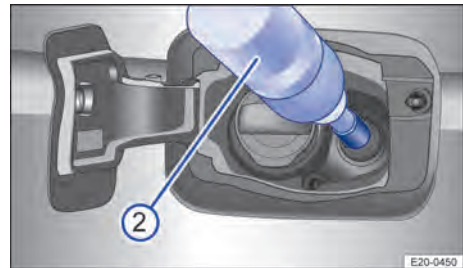

Abb. 173 AdBlue tanken mit der Nachfüllflasche.
2. Nachfüllflasche auf den AdBlue®-Einfüllstutzen setzen und Nachfüllflasche handfest andrehen → Abb. 173.
3. Nachfüllflasche in Richtung Tankeinfüllstutzen drücken und Nachfüllflasche in dieser Position halten → Abb. 173 ②.